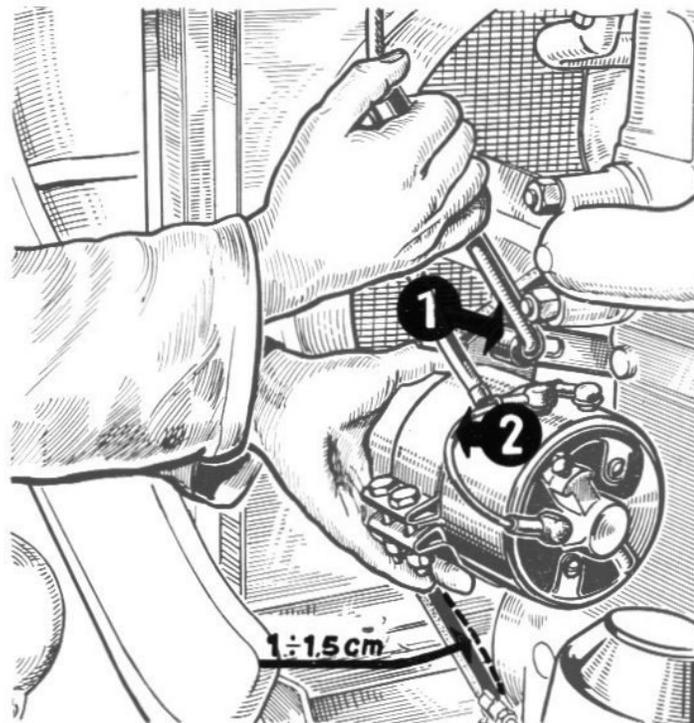

FIG. 21
13 COURROIE DE COMMANDE DU VENTILATEUR ET DE LA DYNAMO (Fig. 21)
- desserrer l'écrou qui retient la dynamo à la glissière supérieure (**rep. 1, fig. 21**).
Dans ce cas, déplacer la dynamo sur son support après desserrage des deux boulons prévus à cet effet sur le collier (**rep. 2, fig. 21**).